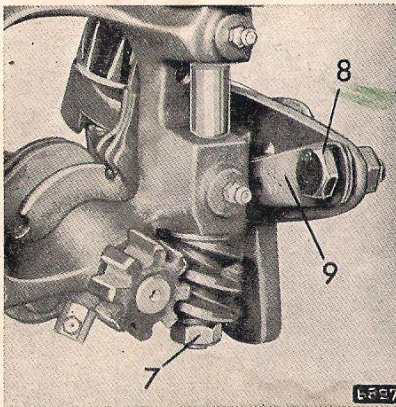

Bild 28
Bild 28 Zur Verstellung des Mitnehmers wird die Mutter (7) auf der Schneckenwelle gelockert. Durch einen leichten Schlag gegen das Wellenende löst sich die Schnecke. Durch entsprechende Drehung kann eine optimale Nutlage erzielt werden. Drehen läßt sich die Schnecke jedoch nur ohne Garn in der Schnurhalterung.